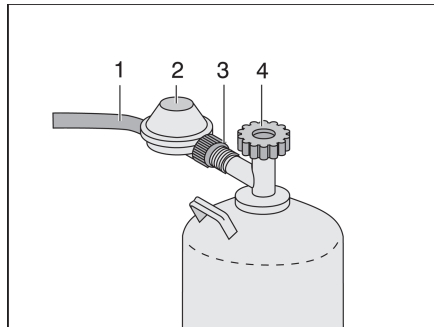

Fig. 182 Conexión de la bombonas de gas
- Cerrar la llave de paso principal (Fig. 182,4) de la bombona de gas. Observar el sentido de la flecha.
- Retener el regulador de presión de gas (Fig. 182,2) y abrir las tuercas moleteadas (Fig. 182,3) (rosca a la izquierda).
- Retirar el regulador de presión de gas con la goma del gas (Fig. 182,1) de la bombona de gas.
- Colocar el regulador de presión de gas (Fig. 182,2) con goma del gas (Fig. 182,1) en la bombona de gas y cerrar a mano la tuerca moleteada (Fig. 182,3) (rosca a la izquierda).
- Retener el regulador de presión de gas (Fig. 182,2) y abrir la tuerca moleteada (Fig. 182,3) (rosca a la izquierda).
- Acoplar el regulador de presión de gas (Fig. 182,2) con goma del gas (Fig. 182,1) a la bombona de gas y apretar la tuerca moleteada (Fig. 182,3) con la mano (rosca a la izquierda).